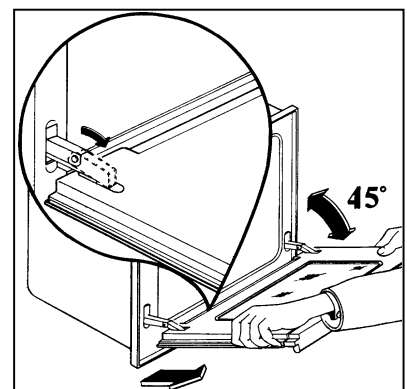

Рис. 9
- б) Найдите шарниры, соединяющие дверцу с духовкой (рис. 9).
- в) Расцепите и поверните рычажки, которые находятся на двух шарнирах (рис. 9).
- д) Осторожно снимите дверцу (рис. 9).